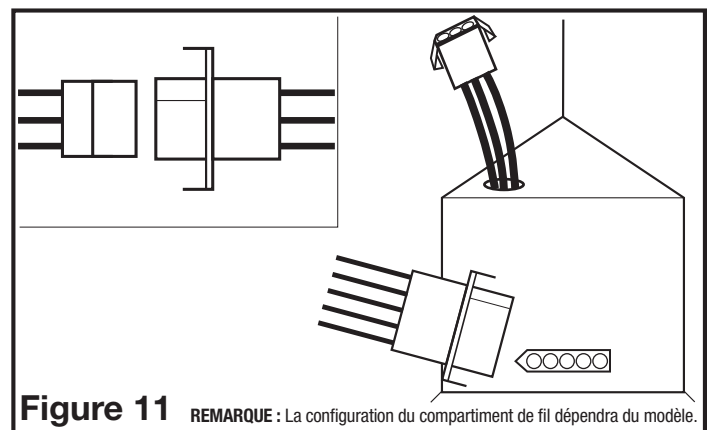

Figure 11
3. Branchez le cordon de 5 broches de raccord rapide du ventilateur dans la prise sur le côté du couvercle du compartiment de câblage et le cordon de 3 broches de raccord rapide de la lumière dans le réceptacle sur le dessus du couvercle du compartiment de câblage. Ces cordons peuvent être insérés dans un seul sens dans les réceptacles (Figure 11).